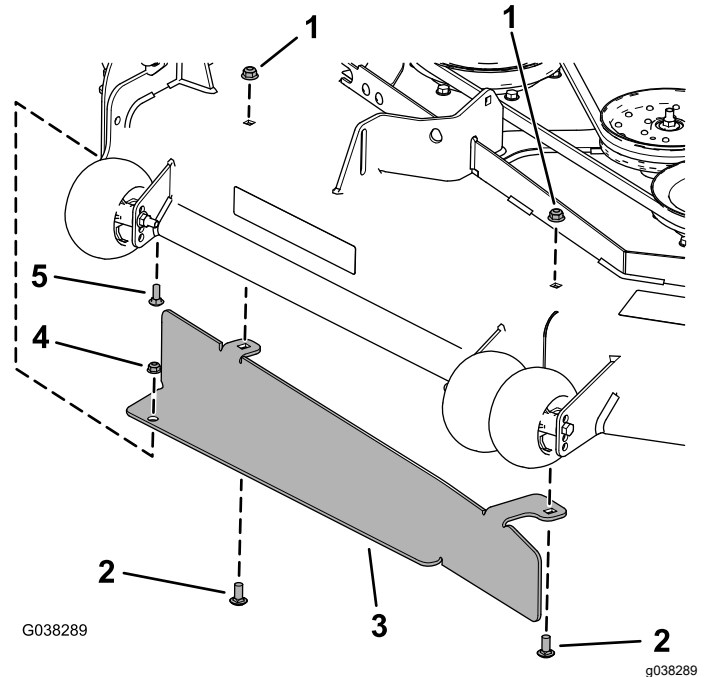

図 35
2. 図 35のように、バッフルを取り付けるボルト5/16 x 7/8"、フランジナット5/16"、キャリッジボルト3/8 x 7/8"2本、フランジナット3/8"2個を使用する。